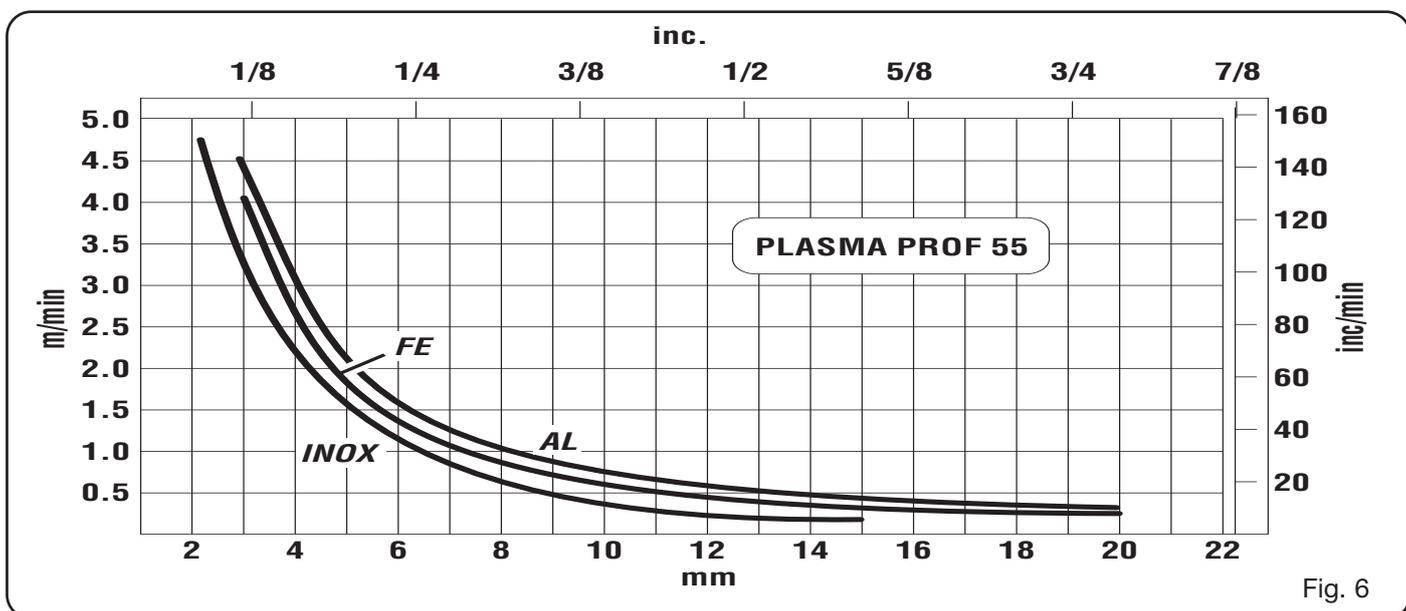

Fig. 6
- Espessura excessiva da peça (veja o diagrama relativos à velocidade de corte, fig. 6)